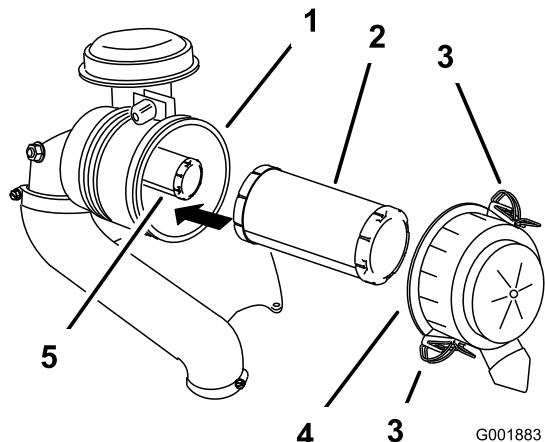

Figura 40
3. Abra los cierres del limpiador de aire y tire de la tapa de la entrada de aire para separarla del cuerpo del limpiador de aire (Figura 40).
5. Extraiga con cuidado el filtro primario de la carcasa del limpiador de aire (Figura 40).
- Si va a cambiar el filtro interior, deslícelo cuidadosamente en el cuerpo del filtro (Figura 40).
- Deslice cuidadosamente el filtro primario por encima del filtro de seguridad (Figura 40).
- Instale la tapa del limpiador de aire y fije los cierres (Figura 40).